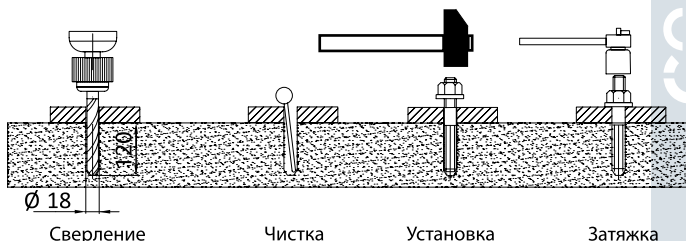

Рисунок 5 – Установка анкерных болтов
1. Подъёмник необходимо устанавливать на ровное и прочное основание, которое должно обеспечивать максимальную, рассчитанную исходя из грузоподъёмности подъёмника, несущую способность, при любых возможных условиях работы. Для напольного монтажа необходим бетон марки не ниже М350, средняя прочность 327 кгс/см^2 . Крепление подъёмника осуществляется 8 анкерными болтами (мин. рекомендованный диаметр 16 мм). Схема крепления показана на рис. 5.